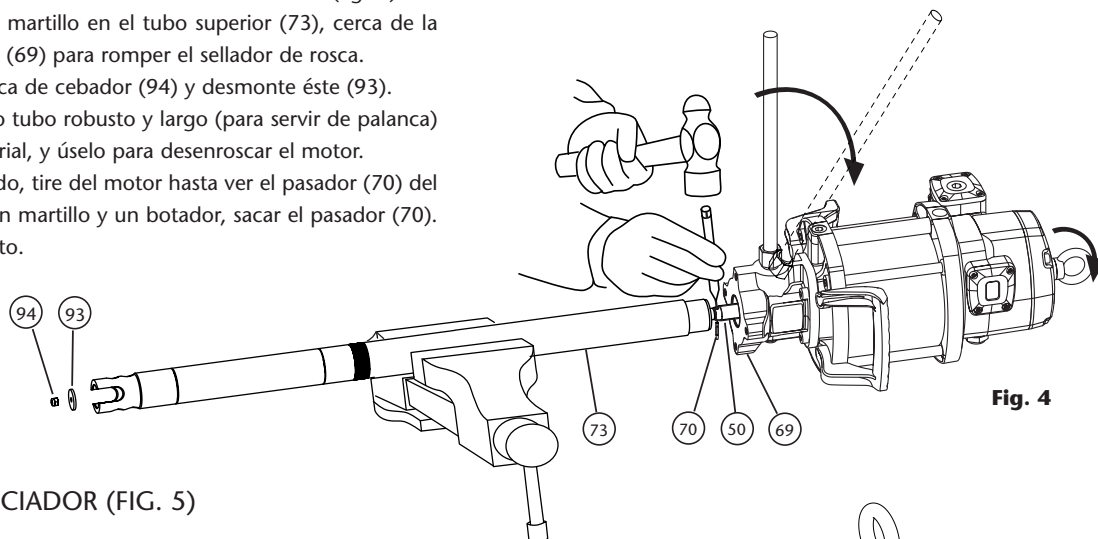

Fig. 4
COMO SEPARAR EL MOTOR DE AIRE DE LA BOMBA (FIG. 4)
1. Fije la bomba en posición horizontal en una mordaza (fig. 4). Dé unos golpes con un martillo en el tubo superior (73), cerca de la unión con el cuerpo (69) para romper el sellador de rosca.
2. Desenrosque la tuerca de cebador (94) y desmonte éste (93).
4. Una vez desenroscado, tire del motor hasta ver el pasador (70) del vástago (49). Con un martillo y un botador, sacar el pasador (70). El motor queda suelto.